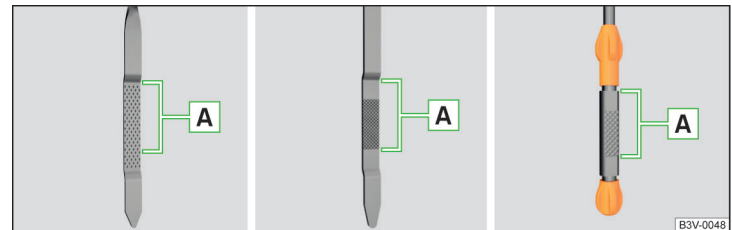

Abb. 334 Ölmesstabvarianten
Der Ölstand muss im Bereich **A** liegen » Abb. 334. Liegt der Ölstand unterhalb des Bereichs **A**, das Öl nachfüllen.
- Der Ölstand darf keinesfalls außerhalb des Bereichs **A** liegen » Abb. 334 - anderenfalls besteht die Gefahr der Beschädigung des Motors sowie der Abgasanlage.